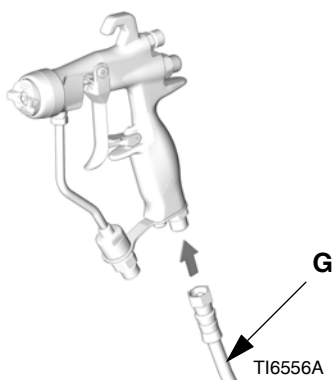

Рис. 2
5. Соедините воздушный шланг (G) с воздухопускным отверстием пистолета 1/4 npsm. См. Рис. 2.